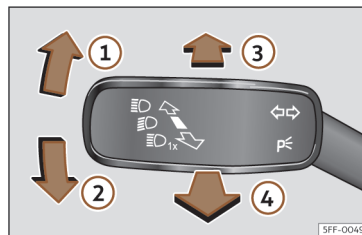

Fig. 96 Manípulo dos indicadores de mudança de direção e dos máximos (conforme versões).
- A partir da posição base, pressione para a frente o manípulo dos indicadores de mudança de direção e de máximos »» **Fig. 96** .
- **OU:** com a luz de máximos ligada, puxe para trás o manípulo dos indicadores de mudança de direção e de máximos »» **Fig. 96** .